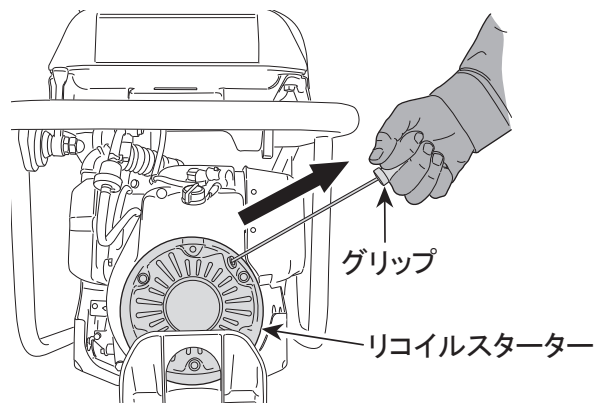

図 8
4. リコイルスターターのグリップを握り、少し引くと軽く手ごたえがあります。そこから勢い良く引張ってください。グリップを放す時は引張った位置で放さずに、必ずスターターケースの口元までゆっくり戻してから放してください。(図8)